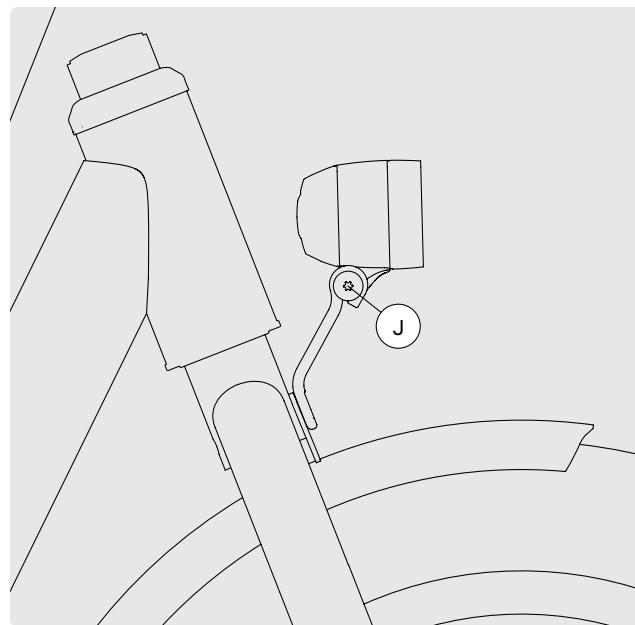

FIG. 50
- 1 Desserrez la vis de réglage J du feu avant (Fig. 50).